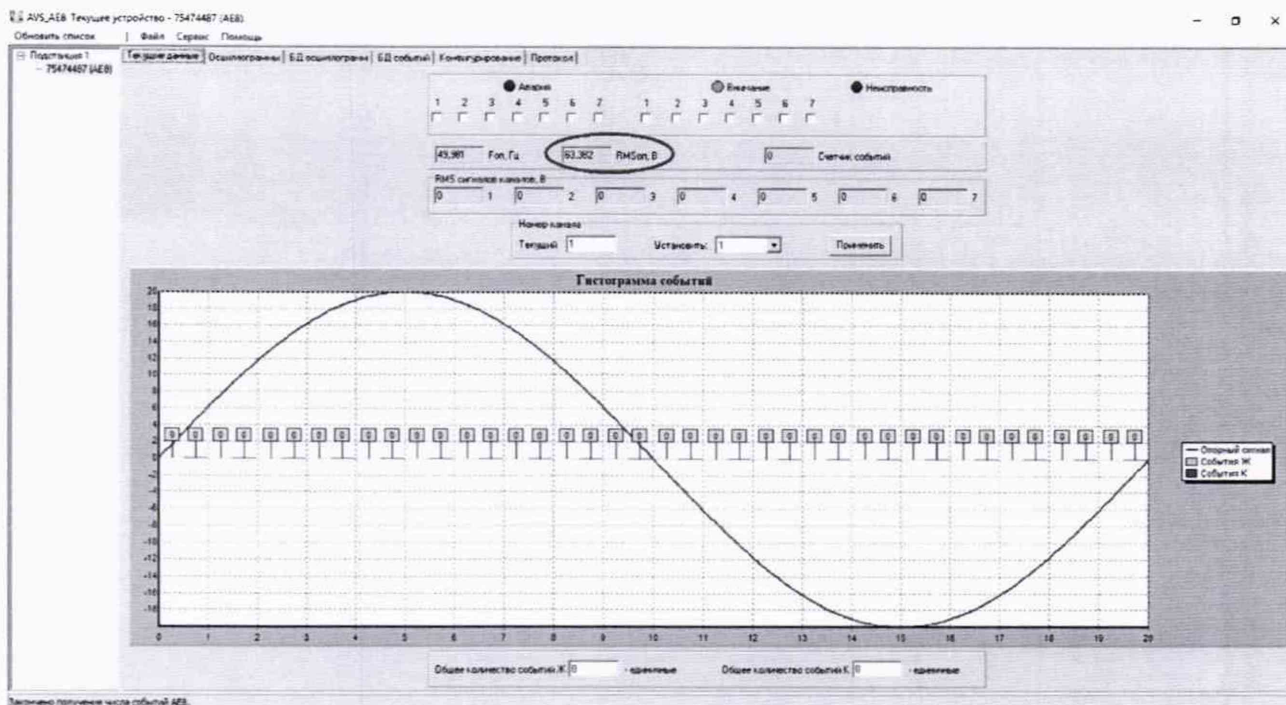

Рисунок 24 – Показания блока АВМ-АЧР
10.2.2.2 Произведите отсчет показаний в программе «AVS-AE8» поверяемого блока (рисунок 24, красным маркером указано, в каком поле необходимо снимать показания). Результаты измерений занести в таблицу 7.